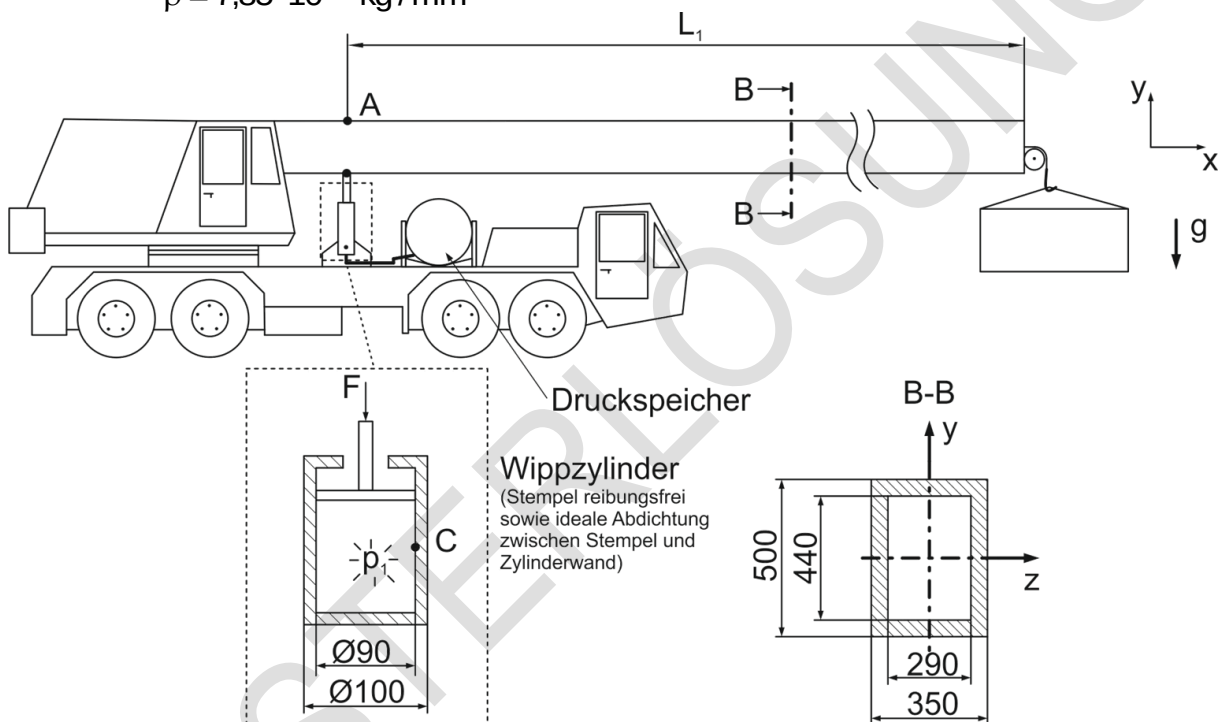
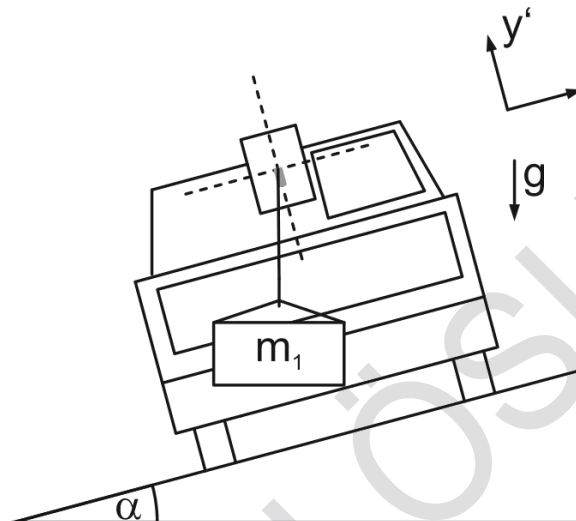

Abbildung 2.1: Fahrzeugkran, alle Angaben in mm
Abbildung 2.2: Fahrzeugkran auf quer zur Fahrtrichtung geneigter Straße
An einem Fahrzeugkran sollen der Kranarm, der Wippzylinder sowie der Druckspeicher untersucht werden. Betrachtet wird der Zustand, bei welchem der Kranarm waagrecht ausgefahren ist und der Zylinder senkrecht unter dem Kranarm steht (siehe Abbildung 2.1). Der Kranarm ist aus dem Werkstoff **S850QL** gefertigt, der Wippzylinder und der Druckspeicher aus dem Werkstoff **S235**.
- b) Der Kran wurde auf einer um $\alpha = 10^\circ$ quer zur Fahrtrichtung geneigten Straße aufgestellt (siehe Abbildung 2.2). An seinem Kranhaken hängt eine Last von $m_1 = 2500 \text{ kg}$. Ermitteln Sie die auf den Kranarm wirkenden Kraftanteile in y' -Richtung und z' -Richtung. Bestimmen Sie außerdem die Biegemomente um die y' -Achse und die z' -Achse für die Stelle A (vgl. Abbildung 2.1).